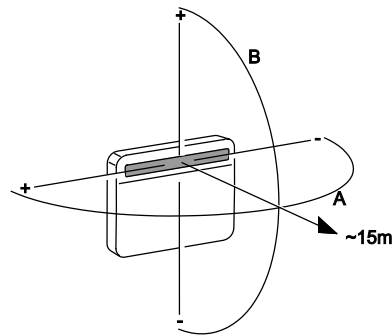
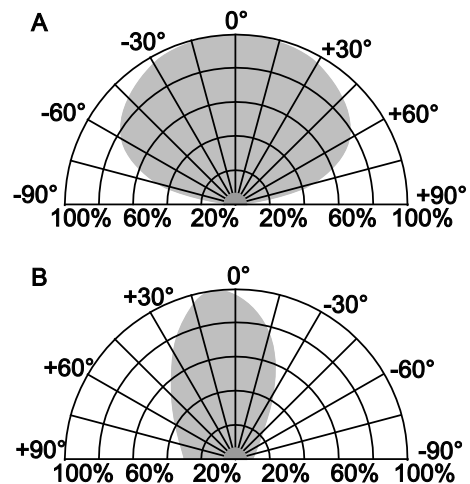

Abb. 1: Reichweite
Abb. 2: Erfassungsbereich
Der Montageort sollte innerhalb des IR-Empfangsbereiches liegen – siehe Abb. 1 und Abb. 2. Beachten Sie bitte, dass sich der IR-Empfangsbereich durch Fremdlicht (z. B. Sonnenstrahlung, Beleuchtung) verändern kann.
2. Beachten Sie bei der Adressierung den „IR-Empfangsbereich“ – siehe Abb. 1 und Abb. 2.